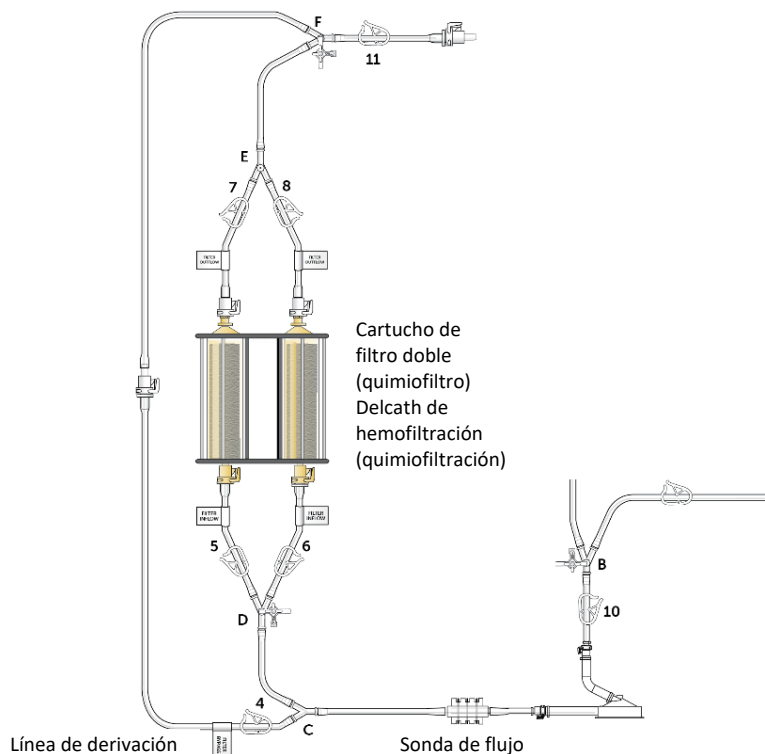

Figura 16
- (a) Cierre la abrazadera 4 y abra las abrazaderas de la entrada del filtro (5, 6), a continuación las abrazaderas de la salida del filtro (7, 8) y la abrazadera de la salida del circuito (11) (véase la figura 16), y ajuste el flujo de solución salina isotónica heparinizada al filtro a una velocidad aproximada de 0,5 litros por minuto.